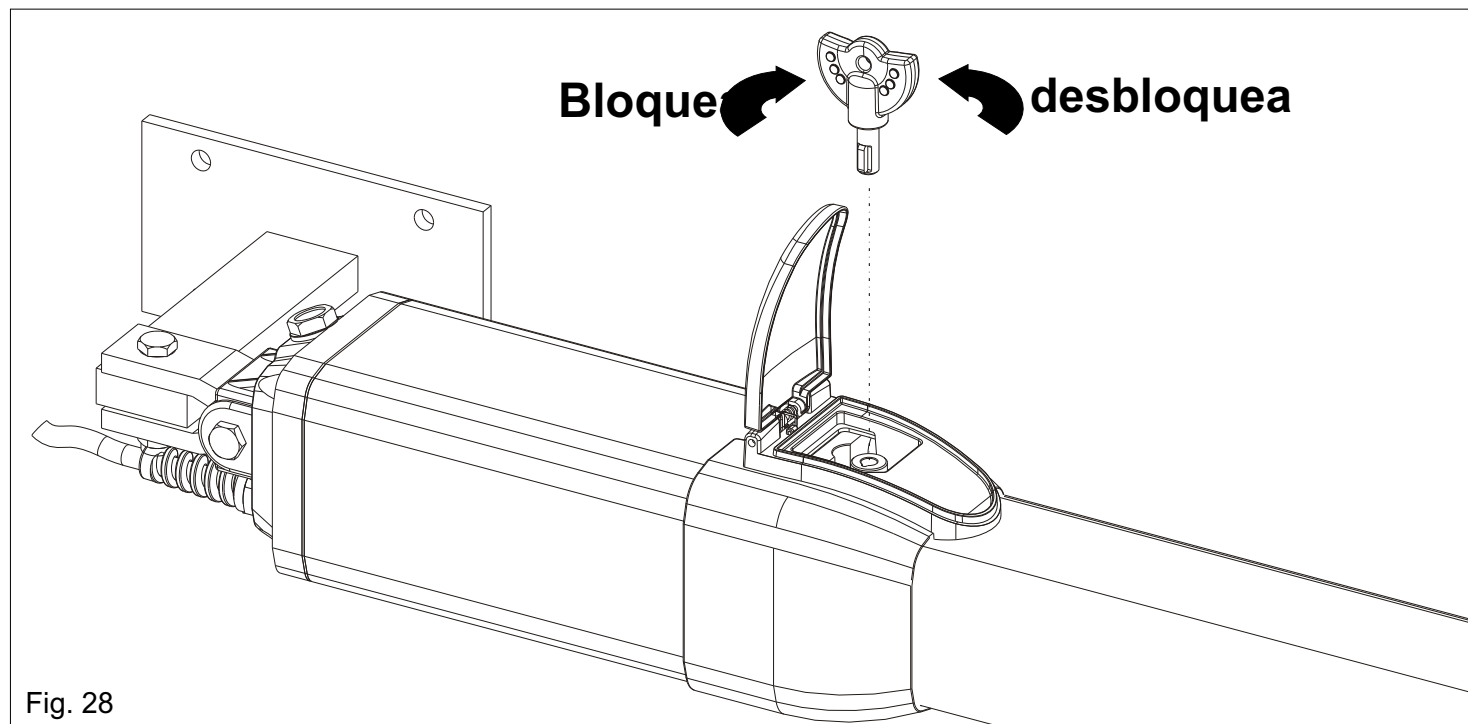

Fig. 28
-Insertar la llave y rotarla en sentido antihorario de 180 grados (Fig.28).
-Insertar la llave y rotarla en sentido horario hasta el cierre (Fig.28).